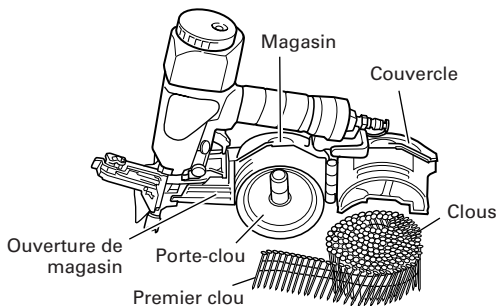

Fig. 4
- Chargez les clous dans le magasin. A ce moment, si la section enroulée des clous est insérée après qu'elle a été tirée une fois au préalable, le travail s'en trouvera considérablement facilité. (Fig. 4)